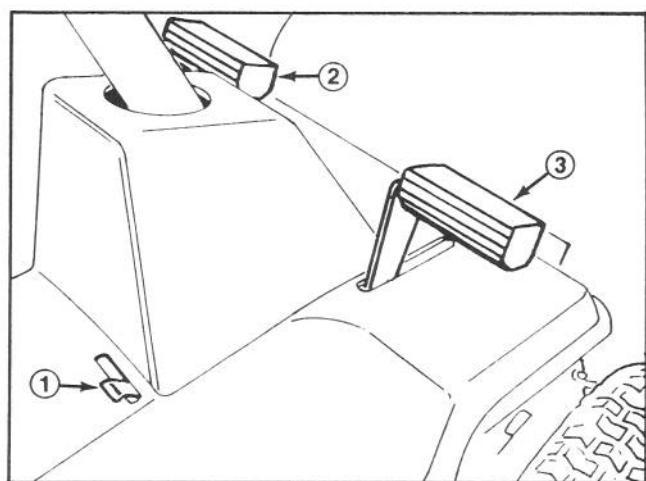

Figure 6
## Pédale d'embrayage (Fig. 6)
## Pédale de frein (Fig. 6)
## Frein de stationnement (Fig. 6)
1. Enclencher le frein de stationnement (Fig. 6); se référer à la section *Utilisation du frein de stationnement*.
2. Bouger le levier du frein de stationnement vers la gauche pour relâcher la pédale de frein, jusqu'à ce qu'elle rencontre l'extrémité du levier du frein de stationnement (Fig. 6).
3. Pour relâcher le frein de stationnement, enfoncer la pédale de frein (Fig. 6), ce qui permet au levier du frein de stationnement de revenir au point mort. Relâcher ensuite la pédale de frein.